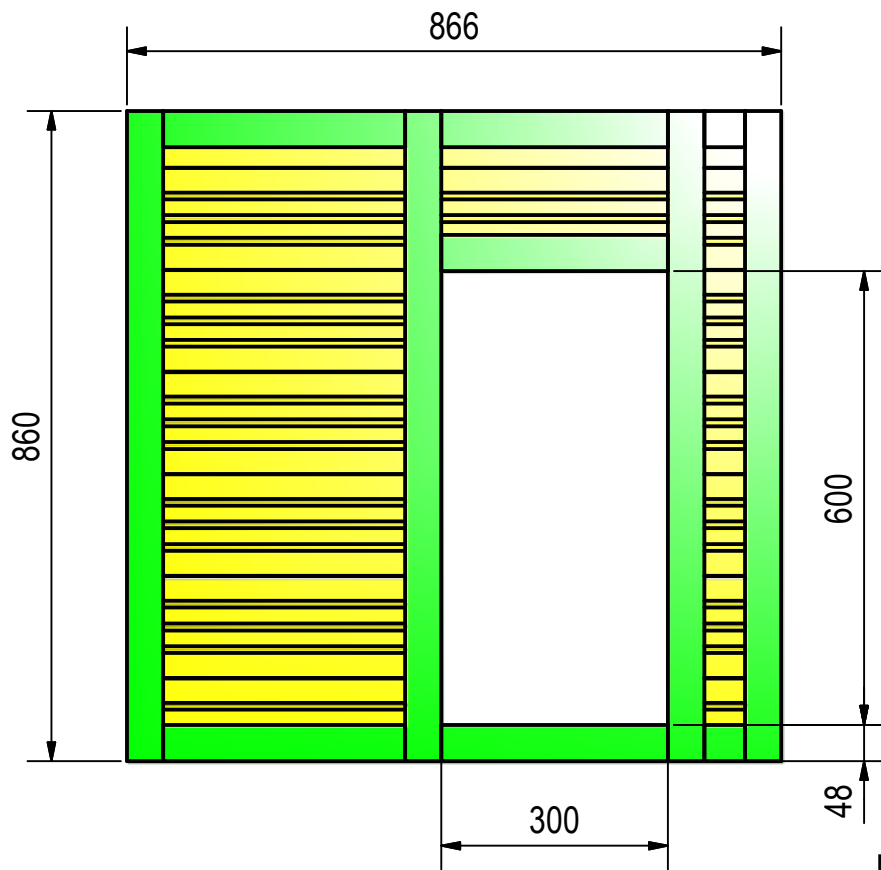

Fig. 19
### 3.5 Zwischenwand (Fig. 19, 20)
- Fig. 19, 20: Hundehütte, Zwischenwand